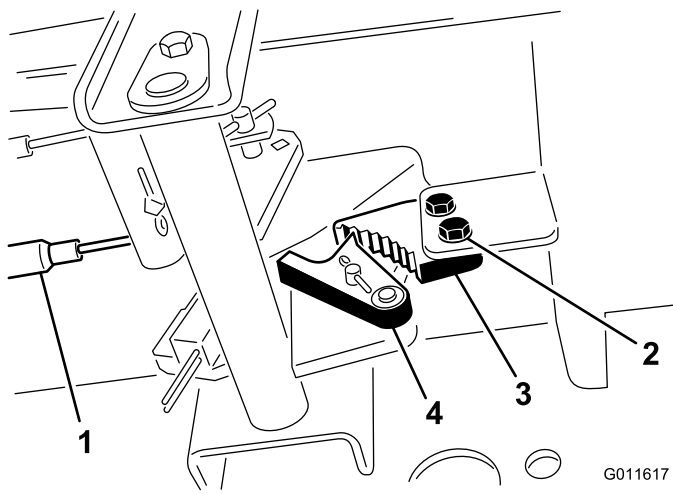

Рисунок 37
1. Ослабьте два винта крепления защелки стояночного тормоза к раме (Рисунок 37).
2. Нажмите педаль тормоза вперед, пока углубление тормоза не войдет полностью в зацепление с защелкой тормоза (Рисунок 37).